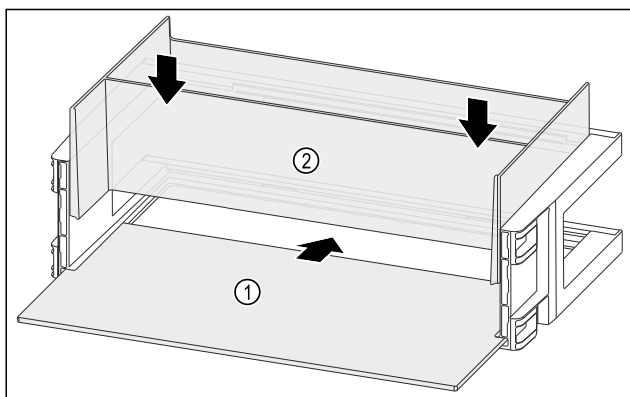

Fig. 144
- Umetnite policu Fig. 144 (1) u bočna udubljenja.
- Umetnite organizator Fig. 144 (2).